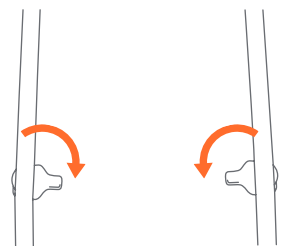

Fig. 18a
- 18)** • Recline el asiento completamente hacia atrás y gire las lengüetas de soporte del armazón del carrito (Fig. 18a).